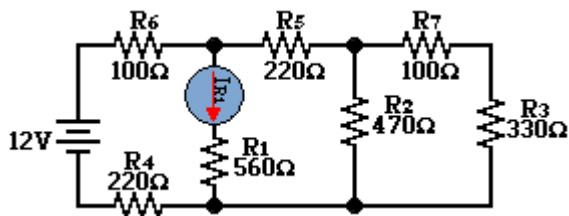

Figura 1.9
5. Conecte el multímetro como se muestra en la figura 1.9.
7. Mida las corrientes para cada una de las resistencias del circuito de la figura 1.9 y anote los valores obtenidos en la tabla 1.3.